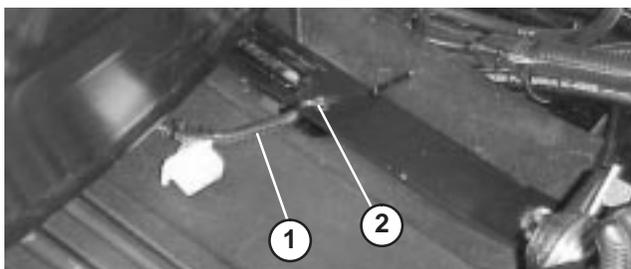

Bild 7
- Schieben Sie (nur beim Standardsitz) den Sitz ganz nach vorne, ziehen Sie das Kabel nach rechts, sodass der überflüssige Anschluss wie in Bild 7 positioniert ist und befestigen Sie das Sitzschalterkabel dann mit einer Kabelbinde im letzten Loch der Sitzbefestigung (Kabelbinde zählt zum Lieferumfang des Sitzbausatzes).